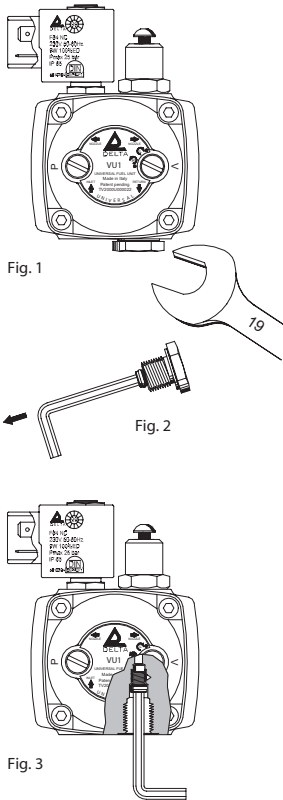

Fig. 3
- Fit the by-pass plug in the return port (Fig. 3).
- Using a 4 mm Allen wrench, unscrew the by-pass plug from the return port (Fig. 3).
- Schrauben Sie die Bypass-Schraube in den Rücklauf (Fig. 3).
- Entfernen Sie die Bypass-Schraube mit einem Innensechskantschlüssel Größe 4 mm aus dem Rücklauf (Fig. 3). Bewahren Sie den Stopfen zur eventuellen späteren Verwendung auf.
- Inserire ed avvitare la boccola di by-pass all'interno del foro di ritorno (Fig. 3).
- Usando una chiave brugola da 4 mm, svitare la boccola by-pass dal foro di ritorno (Fig. 3).
- Insérez et vissez la bague by-pass à l'intérieur de l'orifice de retour (Fig. 3).
- Utilisez une clé six pans mâle de 4 mm, dévissez la bague by-pass de l'orifice de retour (Fig. 3).